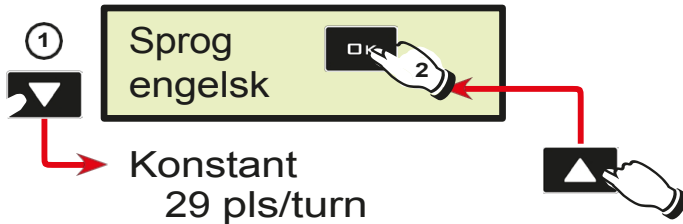

Fig. 12
- 1 Tryk på piletasterne efter hinanden for at flytte rundt på menupunkterne (▼ næste punkt, ▲ forrige punkt); det valgte emne vises (fig. 12).